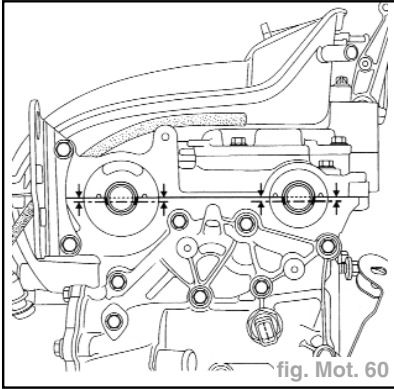

fig. Mot. 60
- Positionner les rainures des arbres à cames comme indiqué sur le dessin ci-dessous (fig Mot. 60).